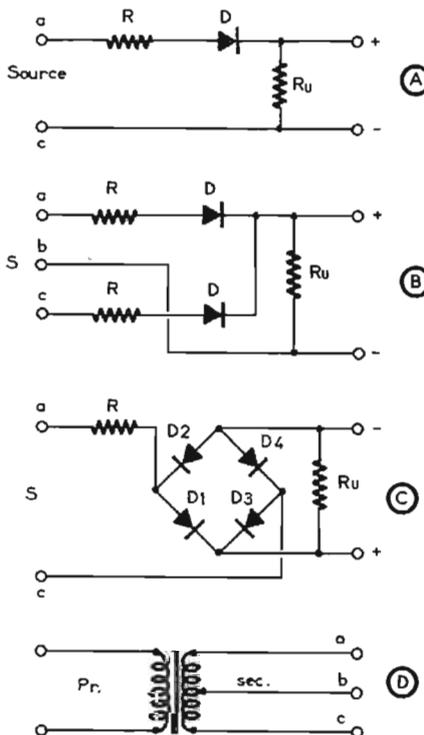

Fig. 3
Voici à la figure 3 les trois redresseurs les plus employés dans les montages électroniques : en (A) le redresseur monoalternance à une diode, en (B) le redresseur bialternance, avec deux diodes montées en pont. On a indiqué en (D) le transformateur dont le secondaire à extrémités a et c doit posséder une prise médiane b dans le cas du montage bialternance à deux diodes.
Dans le montage en pont, les sorties + et - étant sans point commun avec l'entrée de l'alternatif, le montage de la figure 3 (C) est une alimentation qui ne peut être qualifiée de positive ou de négative. Remarquer que dans tous les trois montages le + est